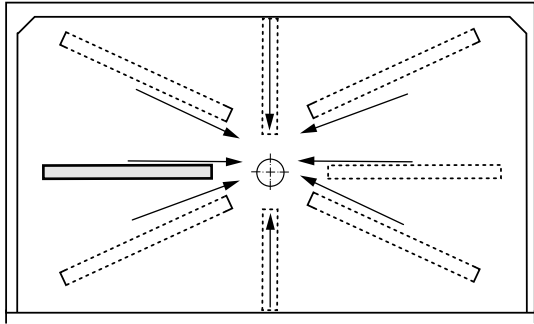

Figura 4
- 3** Coloque un nivel como se muestra en la Figura 4 y verifique que haya pendiente hacia el desagüe.